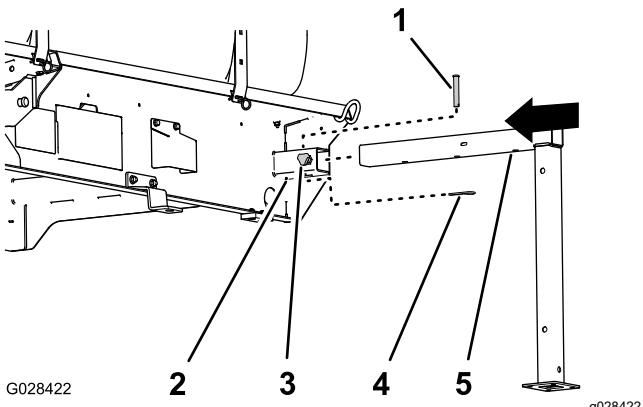

Figura 99
1. Alinee la pata de apoyo delantera con el receptor de la pata en la parte delantera del depósito (Figura 99).
2. Inserte la pata de apoyo en el receptor hasta que el orificio central del tubo horizontal de la pata esté alineado con el orificio de la parte superior del receptor (Figura 99).
4. Enrosque un mando de bloqueo en el receptor y apriételo a mano (Figura 99).